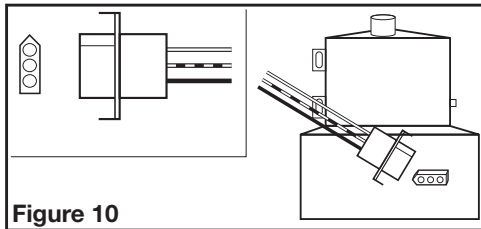

Figure 10
3. Plug the fan's quick connect motor cord into the receptacle. This cord will only fit one way into the receptacle (Figure 10).
3. Brancher le cordon à raccordement rapide dans le réceptacle. Ce cordon ne s'ajuste que d'une seule façon dans le réceptacle (Figure 10).